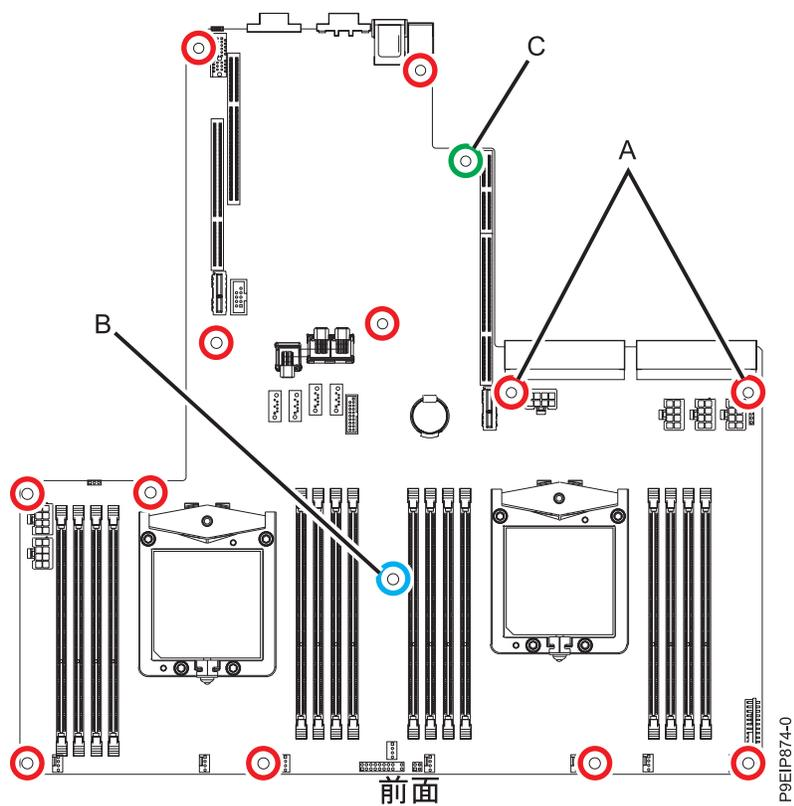

図 78. ねじの位置
18. 14本のねじをシステム・バックプレーンに位置合わせて取り付けます。ねじの位置は 73 ページの図 78 に示しています。(A)にある2本のねじは、少し長くなっています。長いねじは(B)にあり、PCIe アダプターをサポートしています。システムに背面ディスク・ドライブがある場合は、別の長いねじが(C)にあります。